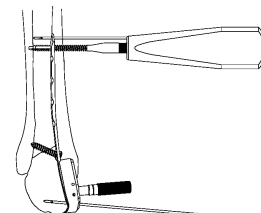

図 12
- 3) 骨質が硬い場合は、3.5LS 用タップ (グリップ型) でプレタップを行います。 (図 12)